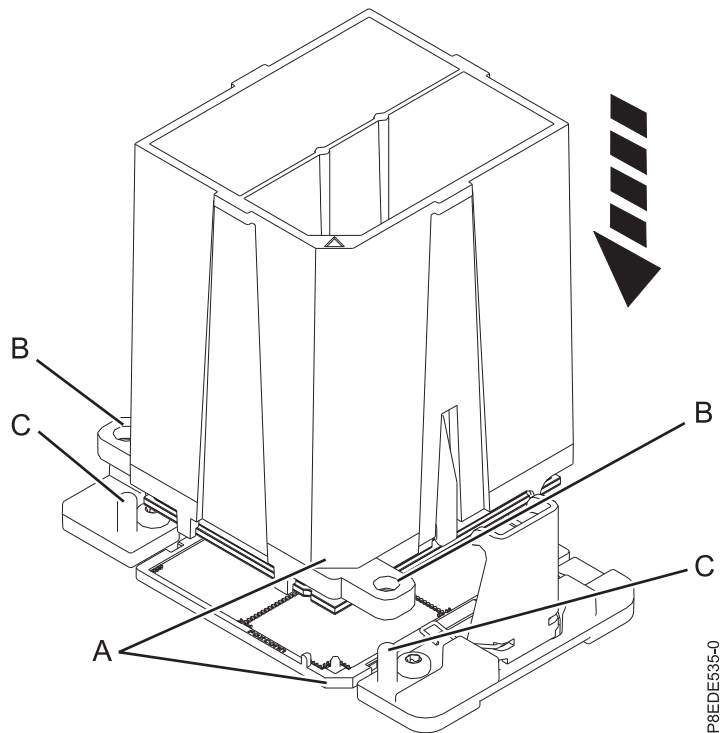

Abbildung 37. Installieren des Systemprozessormoduls
- b. Senken Sie das Werkzeug und das Systemprozessormodul auf das Socket ab. Richten Sie die abgeschrägte Ecke (A) des Werkzeugs an der abgeschrägten Ecke des Sockets aus. Stellen Sie sicher, dass die beiden Führungsstifte (C) auf jeder Seite des Werkzeugs in die für die Ausrichtung vorgesehenen Löcher (B) eingeführt werden. Gehen Sie vorsichtig vor, damit das Werkzeug gleichmäßig abgesenkt und nicht gekippt wird. Siehe Abb. 37 auf Seite 37.